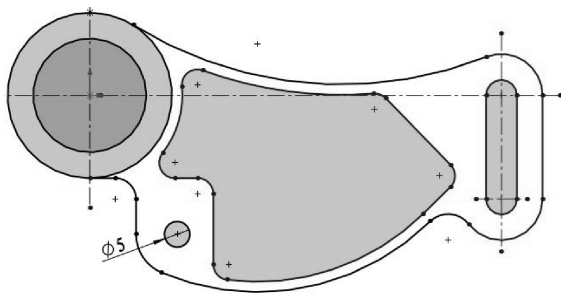

图 2-129 绘制圆
- 单击 圆心和点按钮，在左下角圆角半径为 R8 的圆心位置上绘制直径为 $\varnothing 5$ 的圆，如图 2-129 所示。